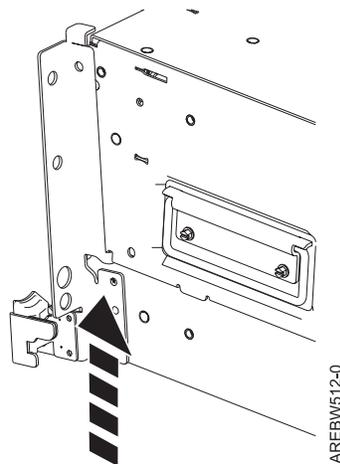

Figure 54. Déplacement du support vers le haut afin d'engager le taquet
- c. Déplacez le support vers le haut afin d'engager le taquet (voir la figure 54).